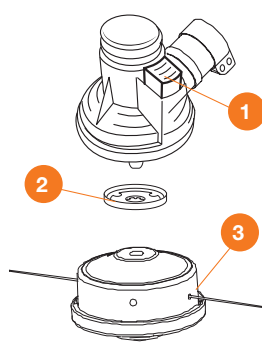

Рис. 10
- Установите верхний опорный фланец ❷, нажмите на клавишу ❶ и заблокируйте вал шпинделя.
- Накрутите катушку с нитью ❸ на вал редуктора в направлении против часовой стрелки (Рис. 10).